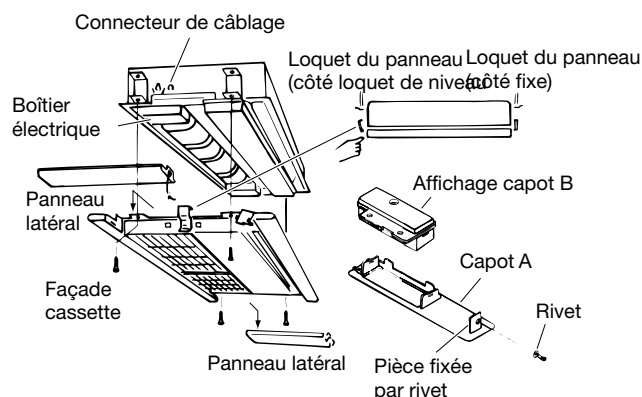

Fig. 3-17
- a) Pour enlever le capot A, retirez les rivets par l'intérieur de la façade de la cassette. (Fig. 3-17)